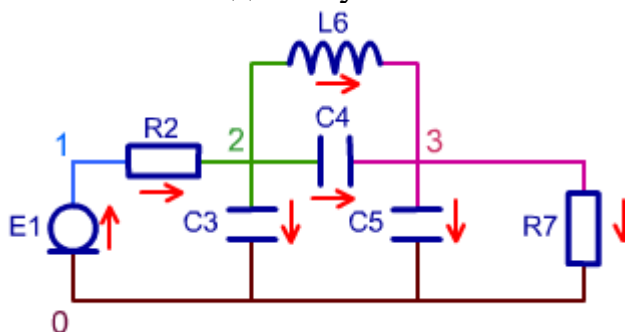

Рисунок 3.
2. Нахождение узлов. На электрической схеме узлами эквипотенциальные участки электрической схемы. Выделим узлы на нашей схеме так (рис. 3)